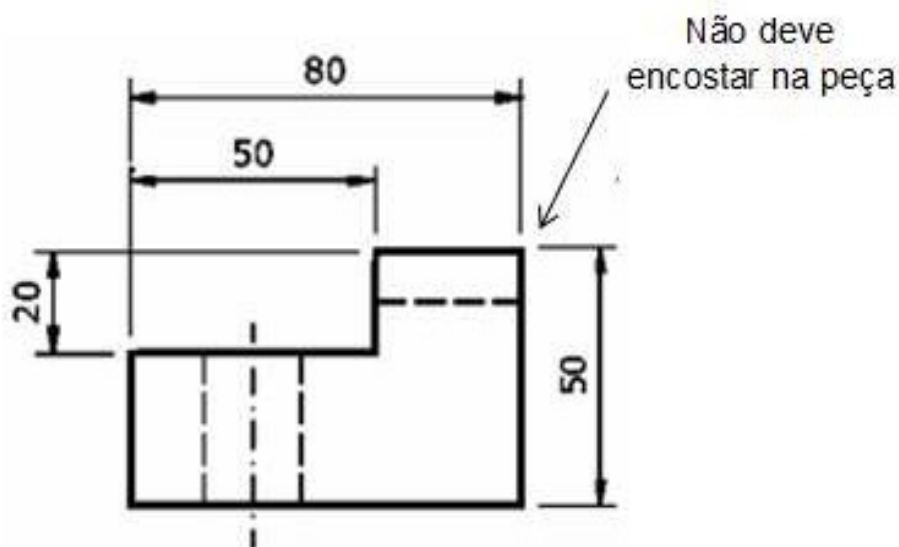

Figura 33
As linhas de cota e as auxiliares não devem tocar a linha do desenho, (Figura 33);
- ✓ As cotas maiores sempre ficarão por fora das menores (Figura 33);